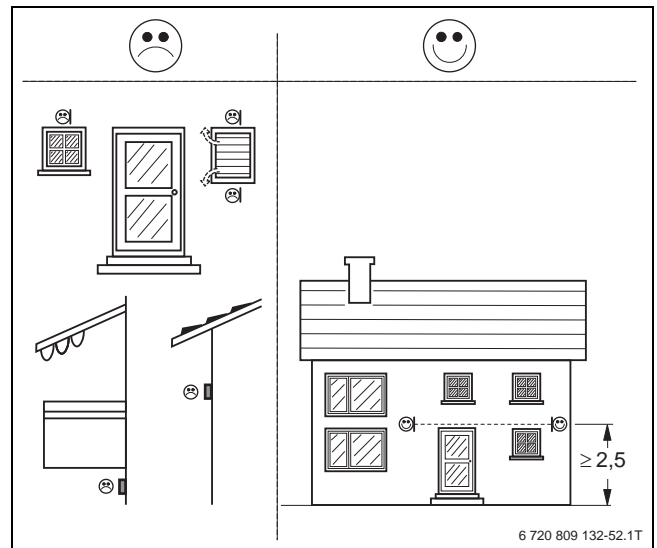

Bild 123 Anordnung des Außentemperaturfühlers
- Unter Markisen, Balkonen oder unter dem Dach (→ Bild 123)